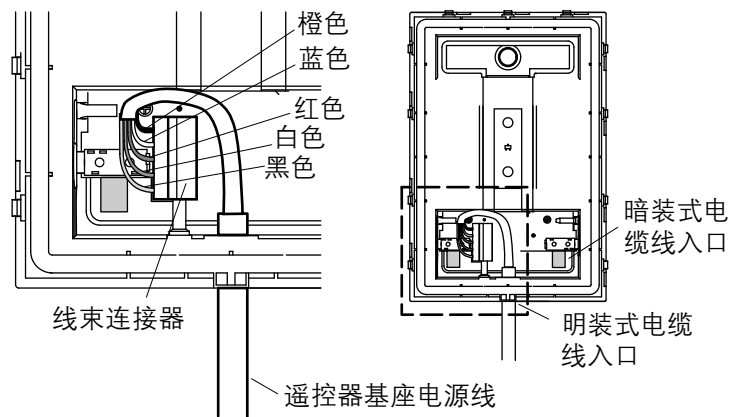

图3
- 将电缆线线头按颜色穿进线束连接器小孔（如图3所示），并上紧每一颗螺丝。并将电缆线按图示位置固定到位。